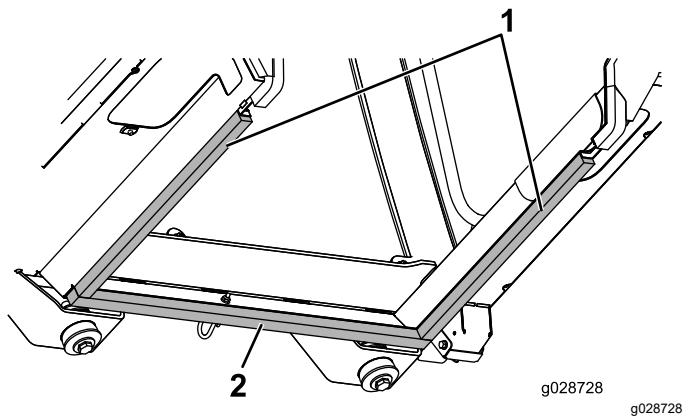

Figura 63
- 6. Centre la junta de espuma delantera en el panel delantero (Figura 63).
- 7. Presione el borde delantero de la junta de espuma delantera lateral sobre la junta de espuma delantera y alinee los bordes interiores de la junta de espuma con los bordes interiores de los paneles sellantes del bastidor de la cabina (Figura 63).